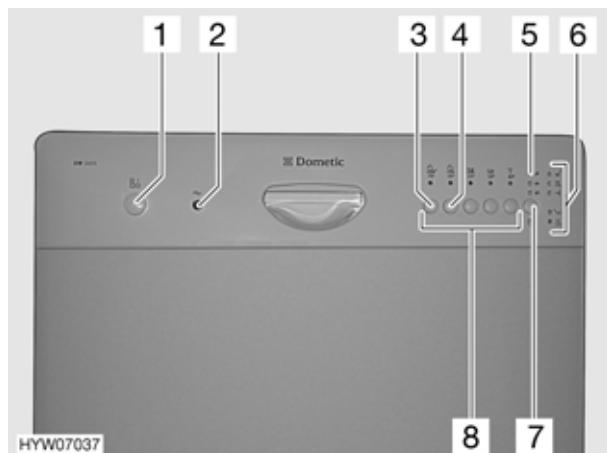

Fig. 92 Comandi per la lavastoviglie
- Premere il tasto acceso/spento "■" (Fig. 92,1). La luce spia (Fig. 92,2) si accende.
- Premere il tasto del programma desiderato (Fig. 92,8). La luce spia del programma si accende.
- ▶ Prima dell'inizio del programma lampeggiano le due luci spie superiori (Fig. 92,6) per 6 secondi. In questo tempo è possibile scegliere un altro programma.
- ▶ Le tre luci spie superiori (Fig. 92,6) informano sullo svolgimento del programma:
- Premere il tasto acceso/spento "■" (Fig. 92,1). La luce spia (Fig. 92,2) si spegne.